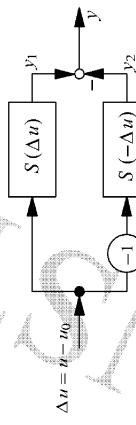

Bild 1: Parallelschaltung zweier Messwertaufnehmern: Differenzmethode
- f) In Bild 1 ist Struktur der Schaltung für die Differenzmethode abgebildet.